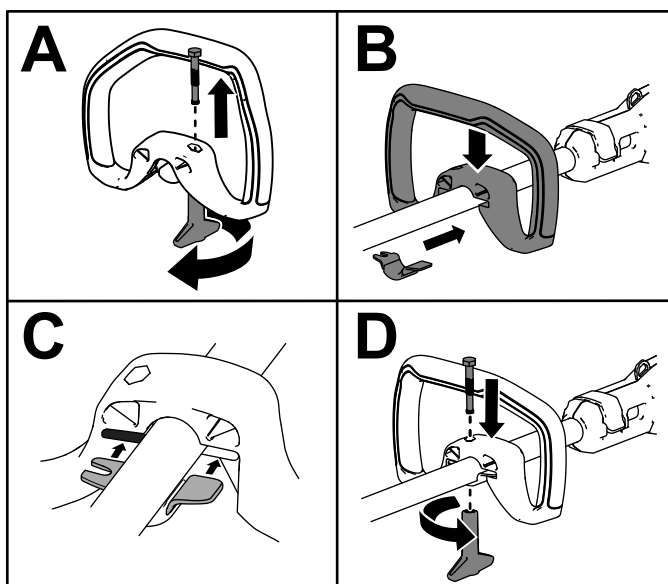

Figure 4
1. Séparez la poignée auxiliaire de son support en desserrant le bouton de verrouillage et en retirant le boulon (A de la Figure 4).
2. Alignez le support sur la poignée auxiliaire (B de la Figure 4).
3. Insérez le support dans la fente sur la poignée auxiliaire (C).
4. Fixez le support inférieur à la poignée auxiliaire avec le bouton de verrouillage et le boulon retiré précédemment (D).